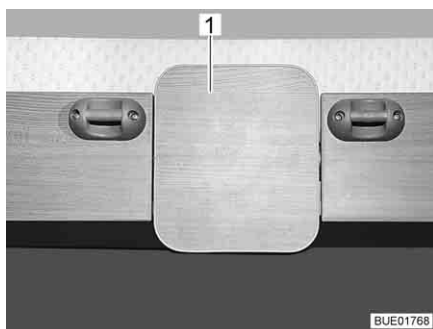

Fig. 81 Área de desbloqueo
- Extraer el área de desbloqueo (Fig. 81,1 o bien Fig. 82,1) hacia abajo o bien pulsar el botón de desbloqueo (Fig. 83). Se ha soltado el bloqueo.